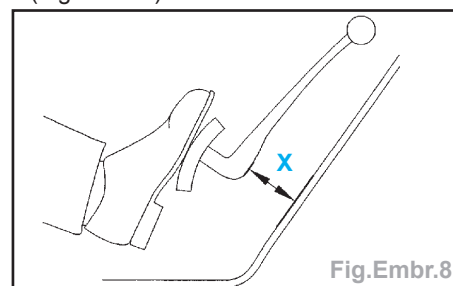

Fig.Embr.8
- Vérifier qu'un début de friction du mécanisme d'embrayage apparaît à une côte (X) supérieure ou égale à **45 mm** (la côte (X) est donnée à titre indicatif) (Fig.Embr.8).